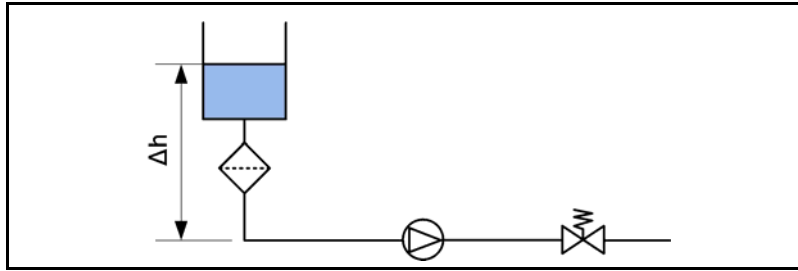

Fig. 19: Depósito de aspiración por encima de la bomba
Para evitar la salida incontrolada del medio, debe colocarse una válvula de mantenimiento de presión en el lado de presión (véase Fig. 19).
- Montar el sistema según la Fig. 19